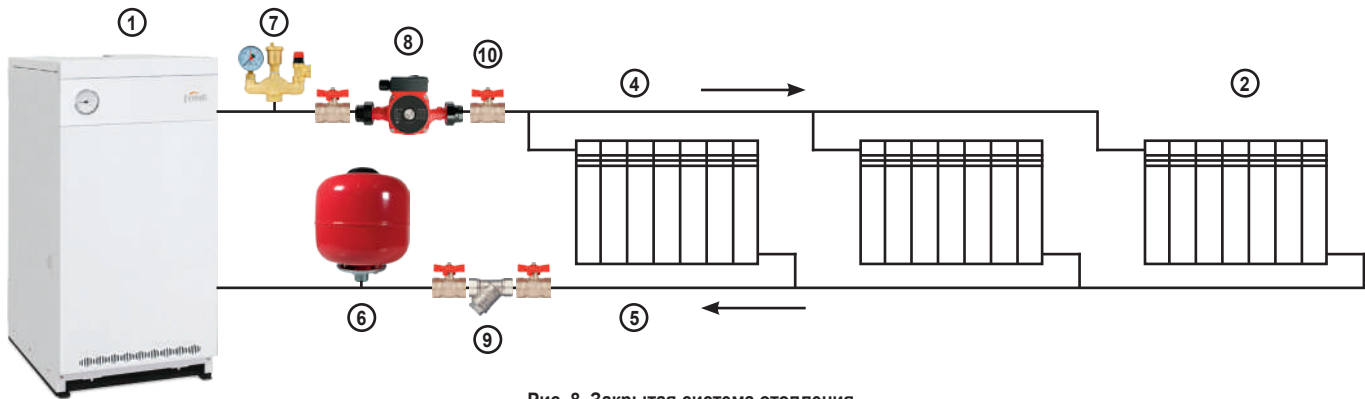

Рис. 8. Закрытая система отопления
5.9 При использовании закрытой системы отопления (см. рис. 8) необходимо предусмотреть установку предохранительного сбросного клапана на давление не более 3 кгс/см² и манометр для контроля давления теплоносителя.